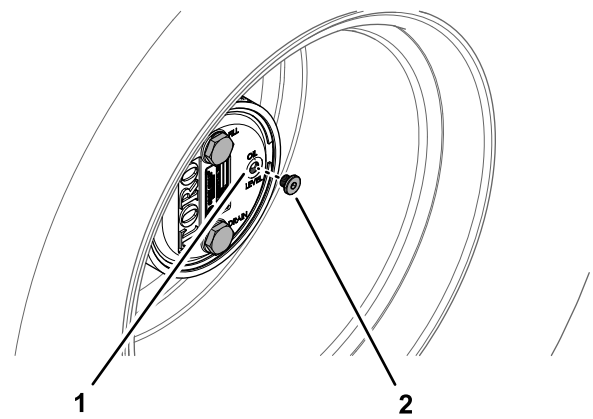

Figura 67
2. Rimuovete il tappo di controllo nella posizione a ore 3 (Figura 67).